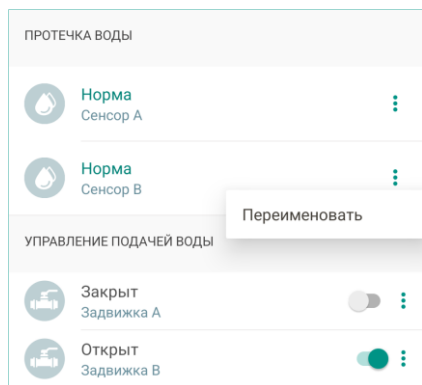

Рисунок 12.5 — Переименование сенсоров
- Коснитесь кнопки вызова меню подключенного устройства (три точки в правой части строки с названием сенсора или ШЭП), и выберите пункт *Переименовать* (см. рисунок 12.5).